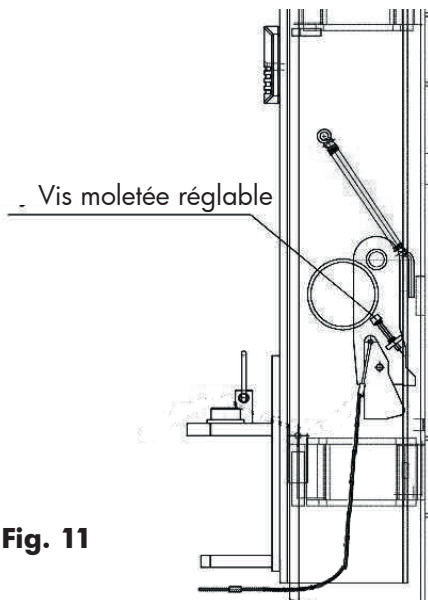

Fig. 11
9. Installez les bras de levage (**fig. 11**).